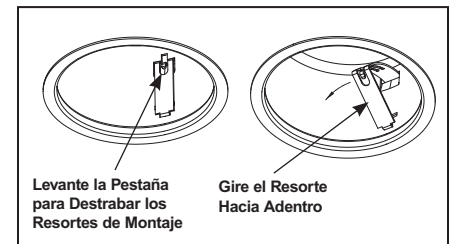

Figura 8
**Paso 3.** Quite la cinta adhesiva que sella los tres resortes. Destabe los clips de remodelación y quite la carcasa del techo. (Figura 8)